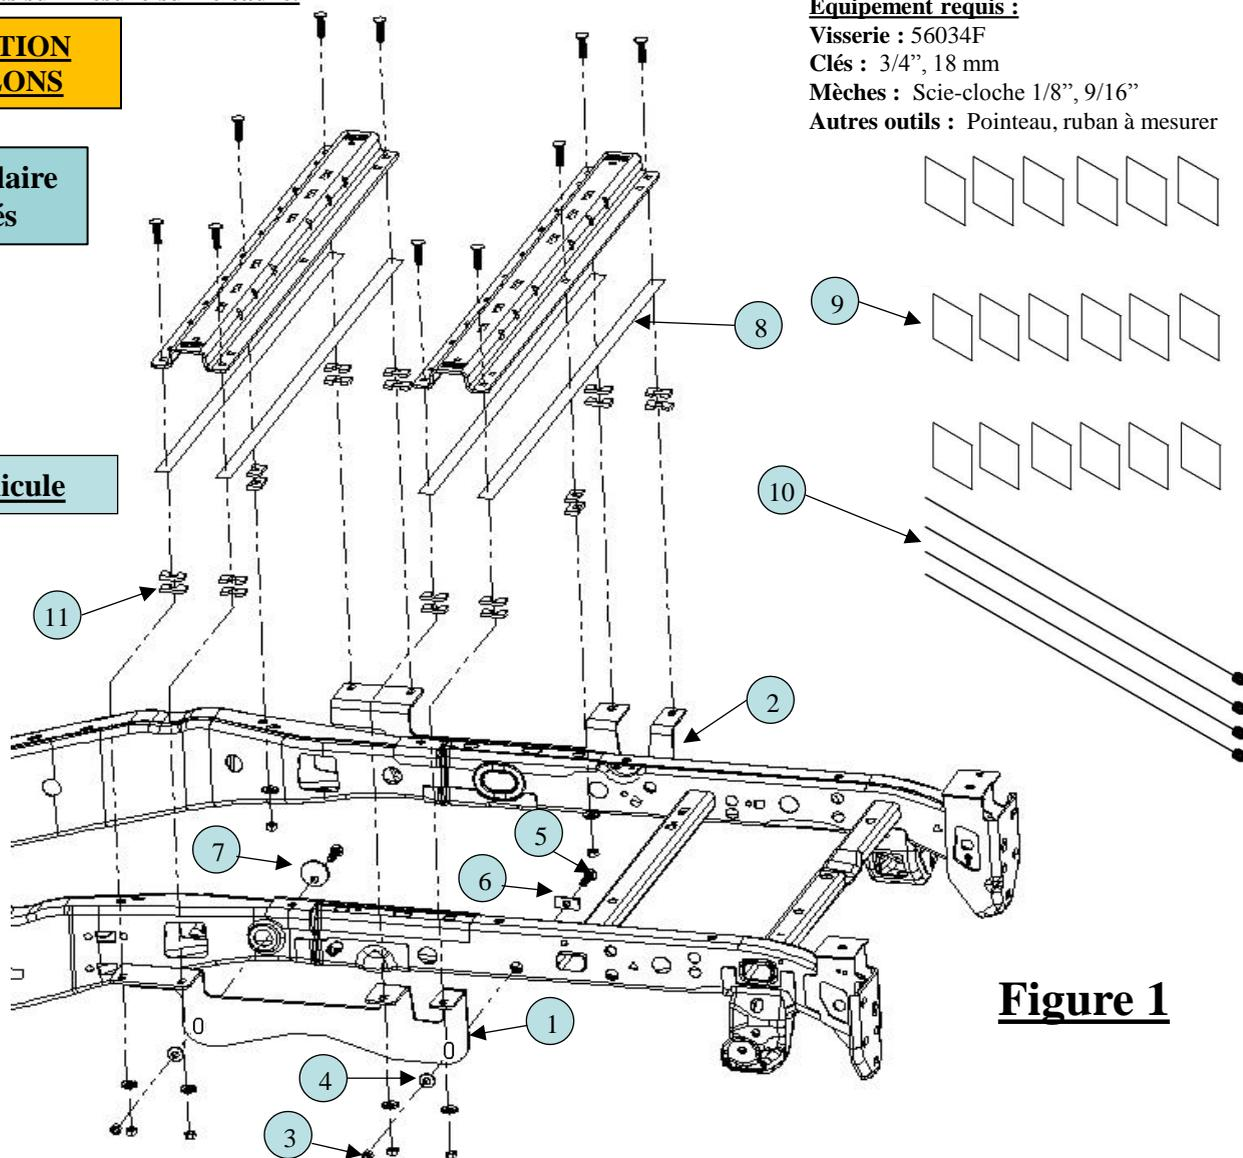

Figure 1
2. Placer les bandes d'isolation galvanique (8) sur la surface inférieure de la traverse pour protéger la plateforme en aluminium de la camionnette comme illustré à la Figure 1.
5. Poser lâchement les supports de cadre (1) et (2) à l'aide de la visserie appropriée puis serrer à la main. (Voir Figure 1)
- En commençant par le trou de montage arrière, insérer la spirale du fil de tirage (10) dans le trou de montage de 1 po de diamètre sur le côté du cadre de la camionnette puis la sortir par le trou d'accès de 1 1/2 po sur l'intérieur du cadre.
- Enfiler le bloc (6) sur l'extrémité spiralée du fil de tirage et poser le boulon de carrosserie 1/2 x 1.75 po (5).
- Avec l'autre extrémité du fil de tirage (10), acheminer la visserie à travers la face arrière du support de cadre (1) et (2), puis tirer délicatement sur l'extrémité du fil de tirage (10) de façon que la visserie se déplace dans le cadre jusqu'à sa position sur le support de cadre.
- Poser une rondelle conique 1/2 po (4) et un écrou 1/2 po (3) puis serrer à la main.
- Pour le trou de montage avant, insérer l'extrémité spiralée du fil de tirage (10) dans le trou de montage 1 1/2 po sur le côté du cadre de camionnette, puis la faire sortir par le gros trou d'accès ovale sur l'intérieur du cadre.
- Enfiler le bloc circulaire (7) sur l'extrémité spiralée du guide de boulon et poser le boulon de carrosserie 1/2 x 1.75 po (5).
Nota : Il est important que l'orifice carré du bloc circulaire (7) repose dans le bas du trou de montage sur le cadre comme illustré à la Figure 1. Le bloc circulaire (7) doit reposer à l'intérieur de la bosselure du cadre de camionnette.
6. Vérifier que les trous 1/8 po percés à l'étape 4 s'alignent sur les fentes du support de cadre (1) et (2).